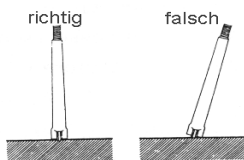

Abb. 8
- * Beim Messen von Oberflächentemperaturen auf guten Kontakt der Temperatursonde mit der zu messenden Oberfläche achten (Abb. 8).